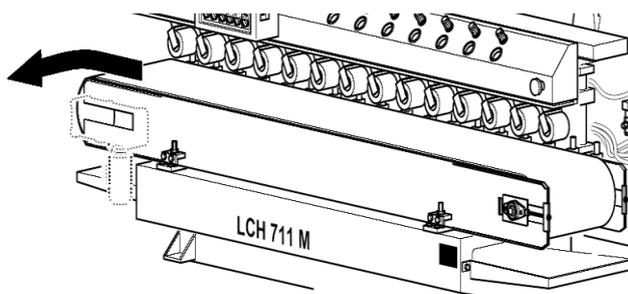

Fig. 53
6. En agissant du côté de la poulie de traînement, déboîter la bande (Fig. 53).